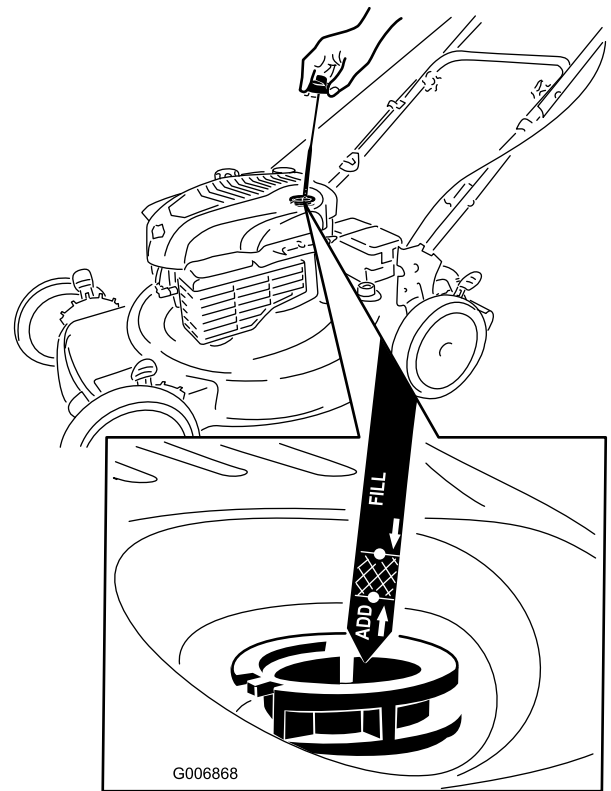

Figure 7
1. Retirez la jauge (Figure 7).
2. Versez de l'huile **lentement** dans le goulot de remplissage pour faire monter le niveau de liquide jusqu'au repère du **plein** (Full) sur la jauge (Figure 7). **Ne remplissez pas excessivement.** (Remplissage max. : 0,59 l (20 oz), type : huile détergente SAE 30W de classe de service API SF, SG, SH, SJ, SL ou supérieure.)